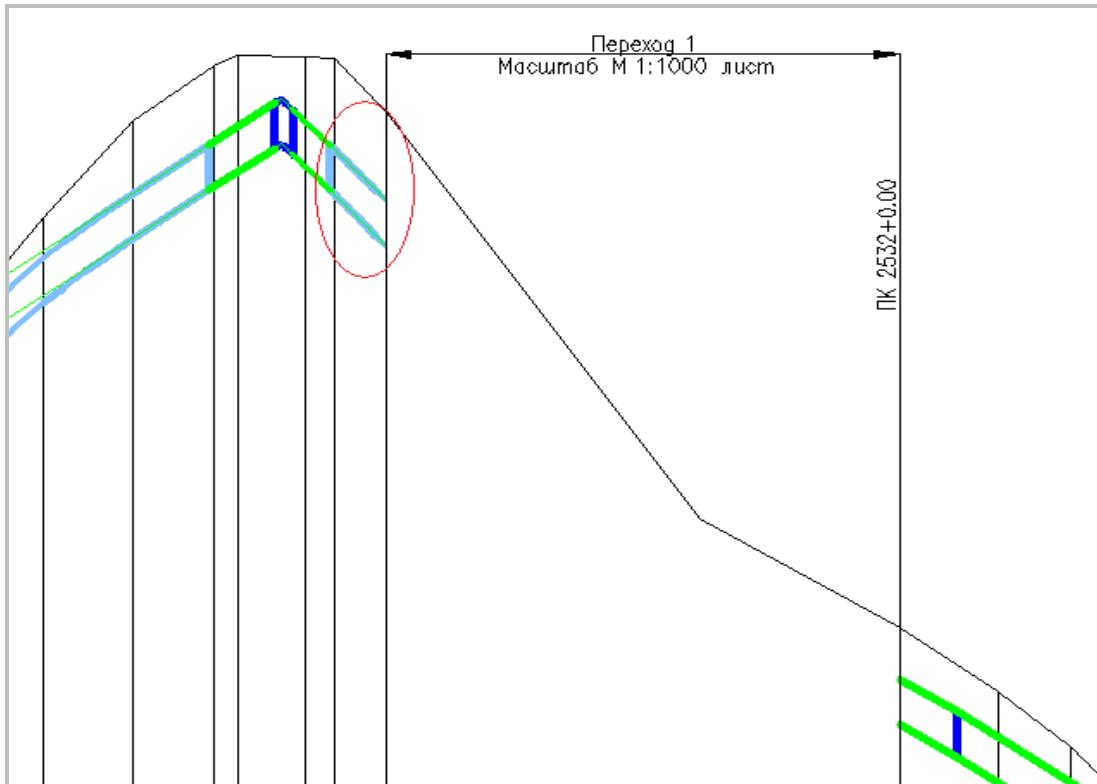
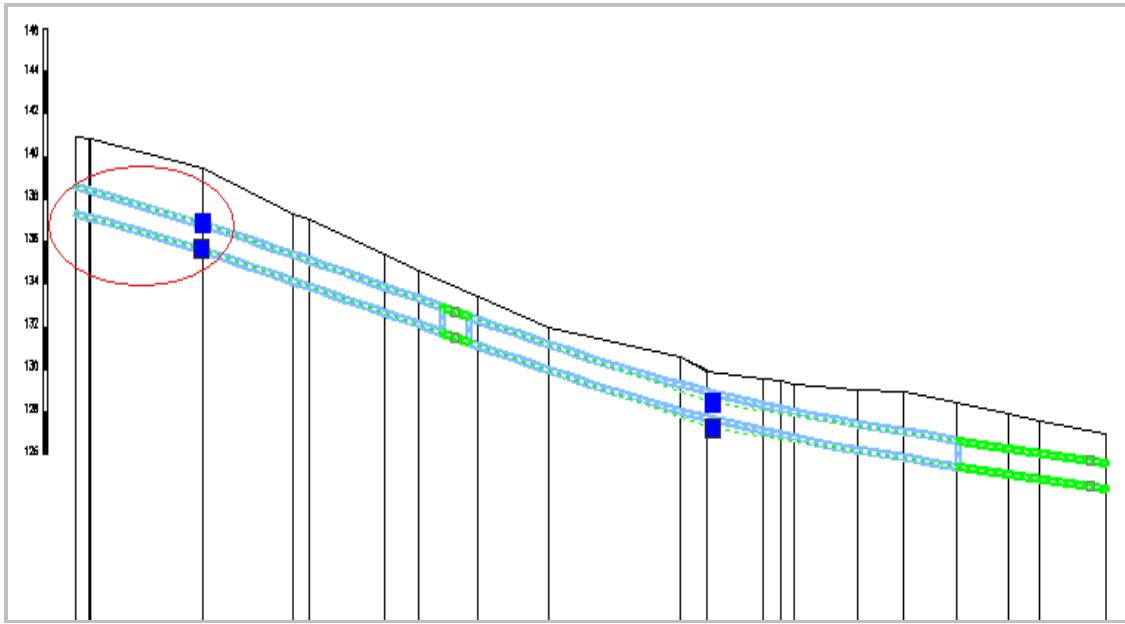

Рис. 11 Синхронизация – чертеж общего профиля
Рис. 12 Синхронизация – чертеж перехода
**Пример** Проект содержит общий профиль и укрупненный переход (см. рис. 11 и рис. 12).
Затем пользователь2 открыл чертеж перехода и изменил один из поворотов. Например, изменил радиус и положение крайнего левого поворота на чертеже, так что была изменена геометрия смежного участка (см. рис. 11). Операция была выполнена пользователем в 16:05. Затем была выполнена синхронизация с базой проекта. В результате, в базе проекта будет внесена запись о том, что поворот был изменен, время модификации - 16:05.
При синхронизации на чертеже профиля, **Система Трубопровод** анализирует только те объекты, которые находятся в пределах профиля. Объекты, которые находятся на участке укрупненного диапазона (участке укрупненного диапазона на общем профиле), не учитываются при синхронизации. Это правило касается точечных объектов: характерных точек, пересечений с коммуникациями, скважин, опор. Исключением являются повороты трубы. При синхронизации программа учитывает вертикальные повороты, которые попадают в диапазон синхронизации, а также ближайшие повороты трубы. Эти данные нужны для корректного отображения «смежных» участков трубы (см. рис. 12), например, между двумя соседними профилями и на краях перехода.